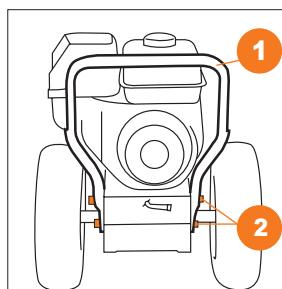

Рис. 6
- Присоедините и закрепите, если не установлена, нижнюю часть рукоятки ① к корпусу снегоуборочной машины с помощью крепежных элементов ② (болт M8x35 – 4 шт.) (Рис. 6).